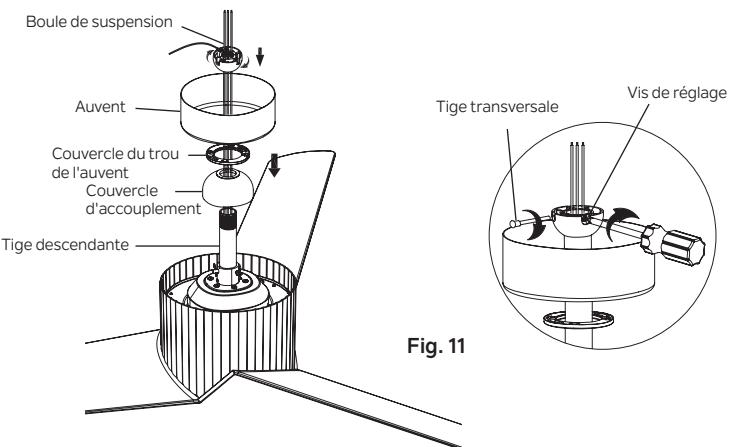

Fig. 11
**Étape 5.** Glissez le couvercle du couplage, le couvercle de l'orifice de l'auvent et le couvercle sur la tige descendante. Réinstallez soigneusement la boule de suspension sur la tige descendante. Assurez-vous que la tige transversale est dans la bonne position et que la vis de réglage est serrée et que les fils ne sont pas tordus. (Fig. 11)